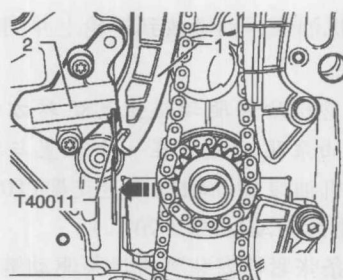
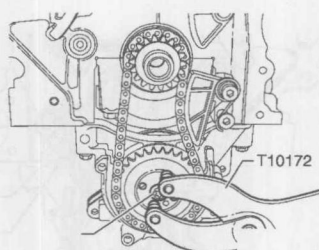

图1-2-4 固定链条张紧器活塞
图1-2-5 固定机油泵链轮
⑰沿图1-2-4所示箭头方向压张紧轨并用定位销 T40011 固定链条张紧器的活塞。
⑱将凸轮轴调节器1和正时链3一起取下。
⑲用固定支架T10172固定机油泵的链轮并松开紧固螺栓，如图1-2-5所示。